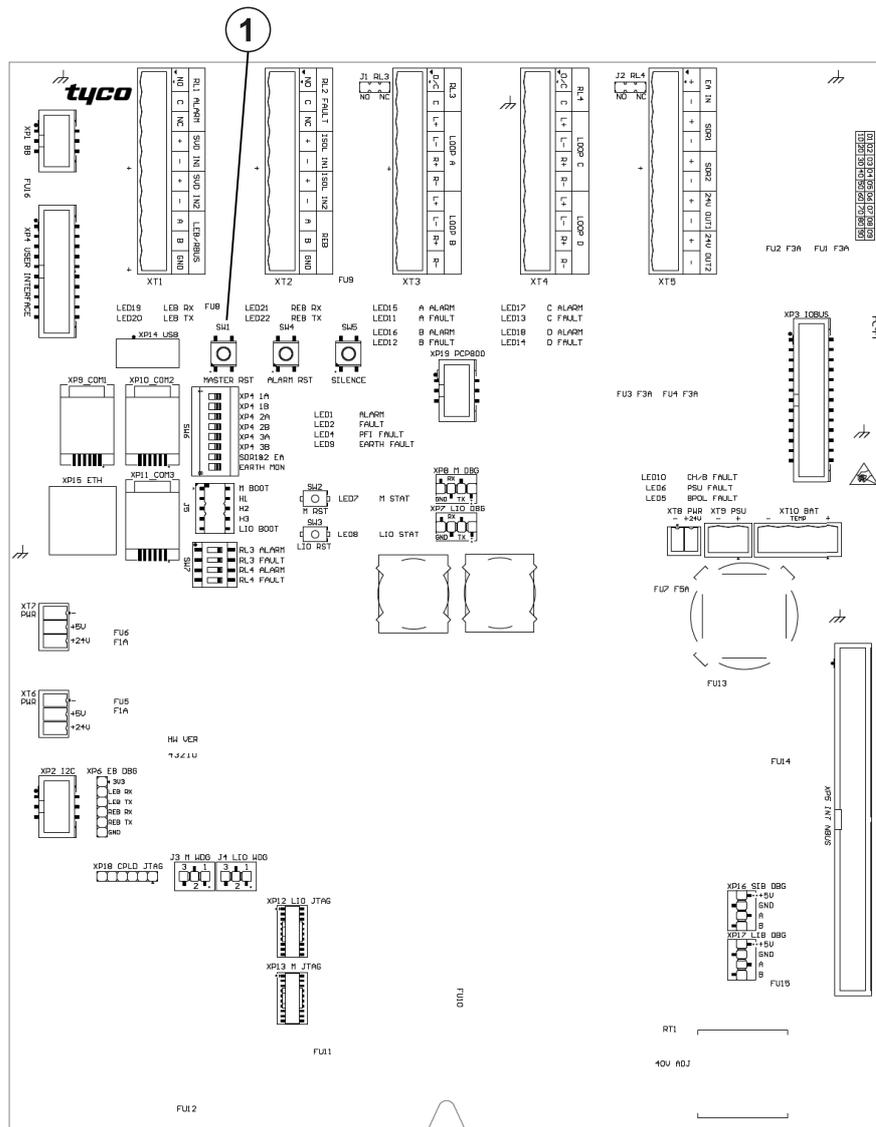

Fig. 5: FC-FI
- 1 Pulse el botón de restablecimiento maestro, marcado como MASTER RST en la placa FC-FI. Consulte la Fig. 5.